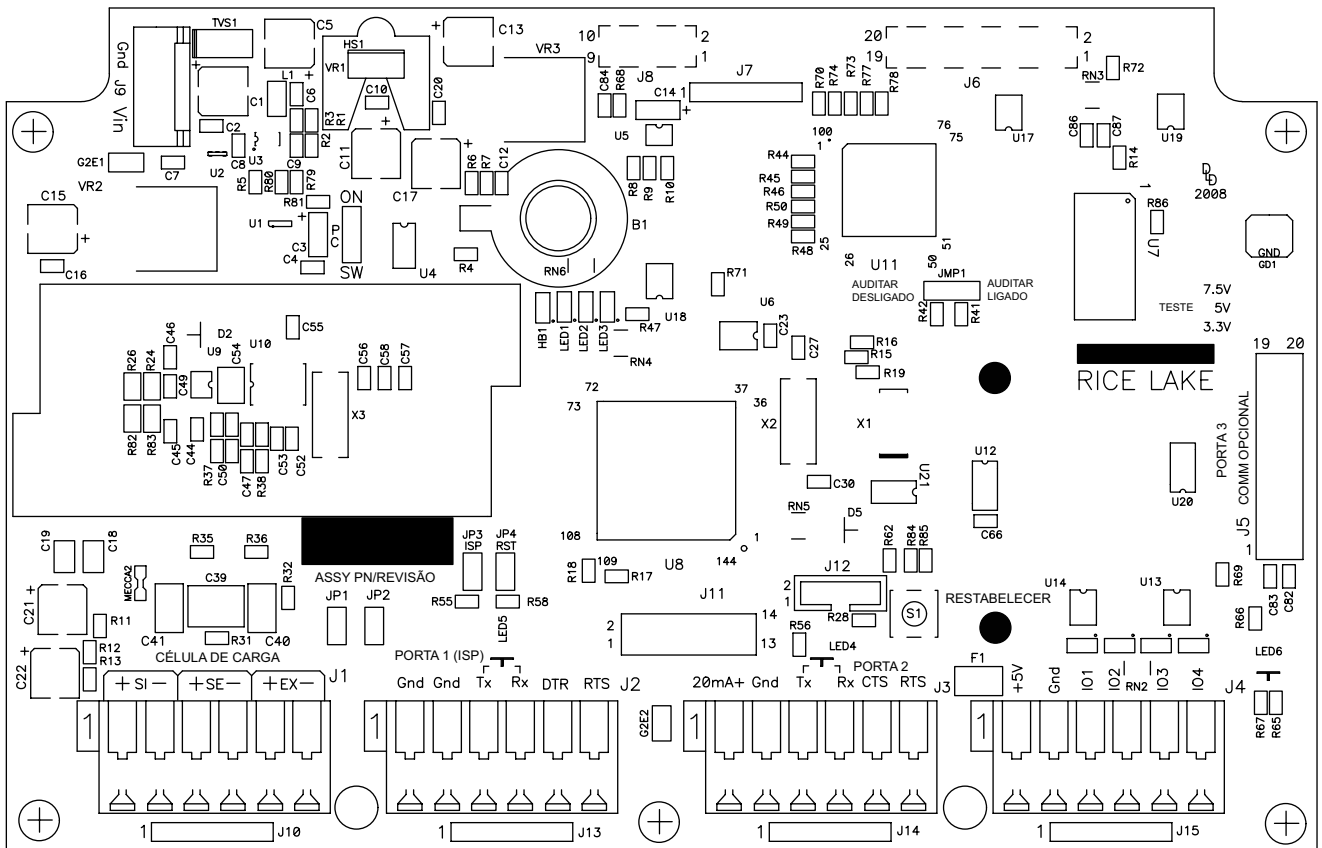

Figura 2-5. CW-90/90X Placa de CPU
3. Instale os espaçadores de plástico nos orifícios espaçadores (mostrados como círculos preto sombreados na Figura 2-5).